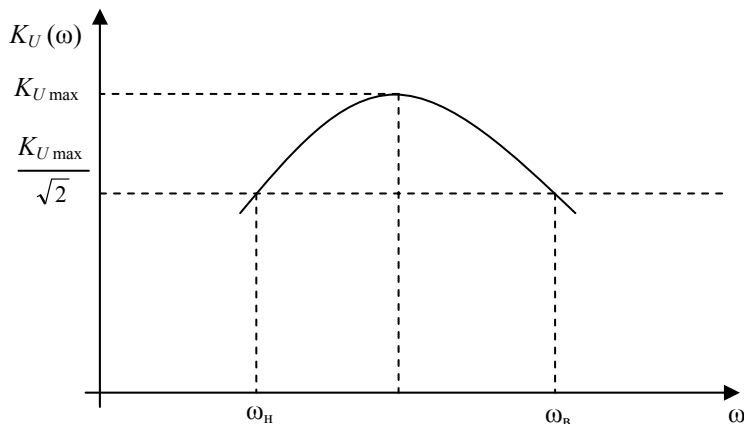

Рис. 5.2. Амплитудно-частотная характеристика усилителя
4. Важнейшей характеристикой усилителя является его амплитудно-частотная характеристика (АЧХ) – это зависимость коэффициента усиления от частоты усиливаемого сигнала (рис. 5.2). По АЧХ определяют полосу пропускания усилителя – диапазон рабочих частот, в пределах которого коэффициент усиления K_U не снижается ниже $1/\sqrt{2}$ от максимального значения [6]. Полоса пропускания $\Delta\omega$ определяется, как следует из АЧХ на рис. 5.2, следующим образом:
На рис. 5.2 $K_{U_{\max}}$ – максимальное значение коэффициента усиления по напряжению, $K_U(\omega)$ – коэффициент усиления на частоте ω .